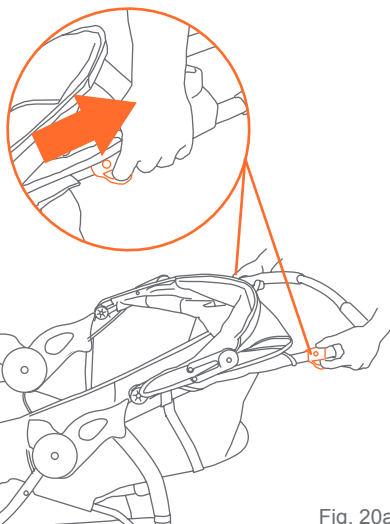
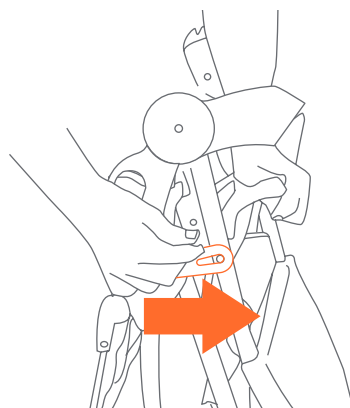

Fig. 20a
Fig. 20b
- La poussette est pliée en tirant simultanément chaque plide déclenchement (Fig. 20a). Lorsque les verrous sont libérés, la poignée va commencer à tomber vers le sol. Relâchez les boutons et appuyez vers le bas sur la Poussette jusqu'à ce qu'elle est complètement pliée. Verrouillez la Poussette pliée dans la position fermée en attachant la sangle de verrouillage, situé sur le côté droit de la poignée de la poussette, sur le rivet situé sur l'accoudoir. (Fig. 20b)